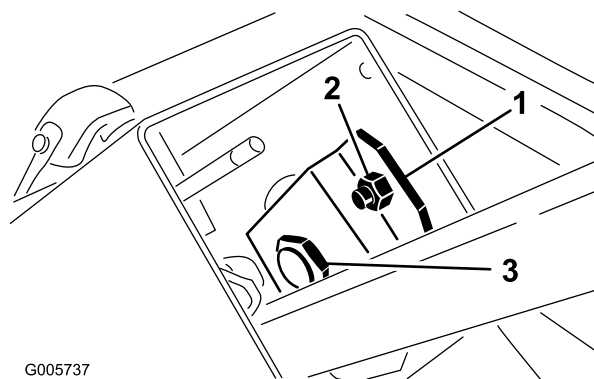

Figura 73
1. Retire o botão do travão de estacionamento e os parafusos auto-roscantes da cobertura da coluna da direcção. Deslize a cobertura para cima de modo a expor o apoio de articulação (Figura 73).
2. Desaperte a porca pequena, rode o apoio da articulação até este estar bem apertado (Figura 73). Aperte novamente a porca pequena.